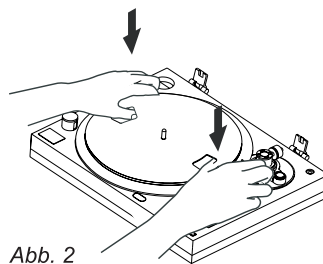

Abb. 2
2. Stellen Sie den Plattenspieler auf einer ebenen, waagerechten Fläche auf und stecken Sie dann den Plattenteller auf die Achse des Plattenspielers (Abb. 2).